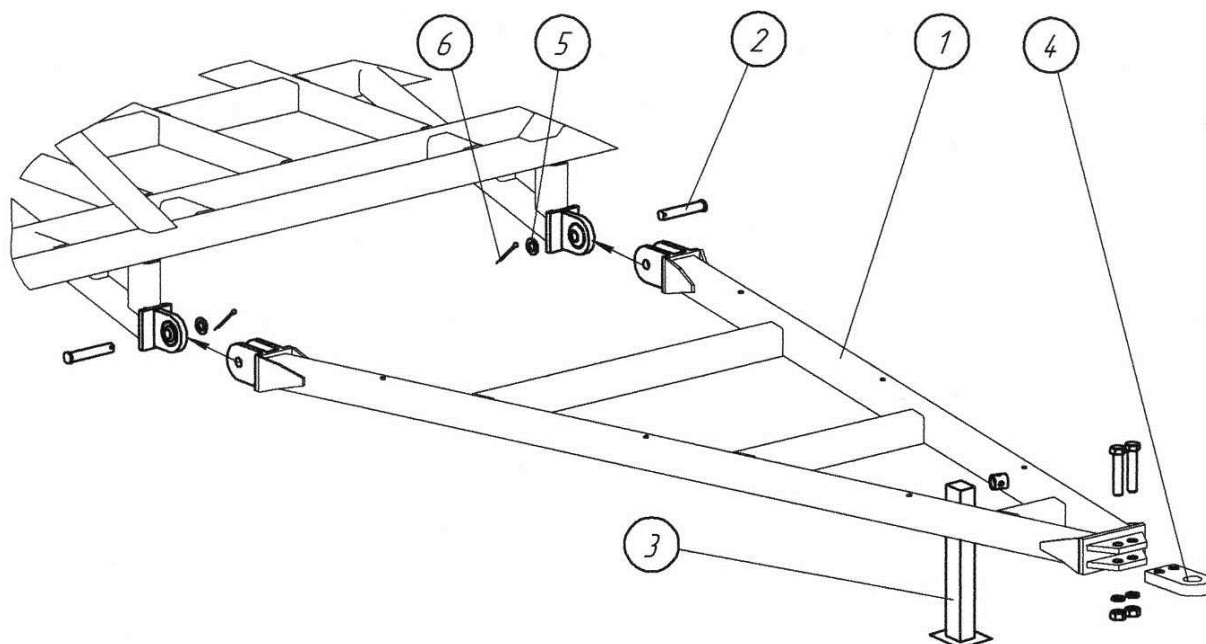

Рис. 4.9.1. Крепление передней сцепки к раме
4.9.1. Закрепите переднюю сцепку 1 на главной раме, установив пальцы 2 (32x130), шайбы 5 и шплинты 6 (6x50) (рис. 4.9.1). Установите опору откидную 3 на сцепку.